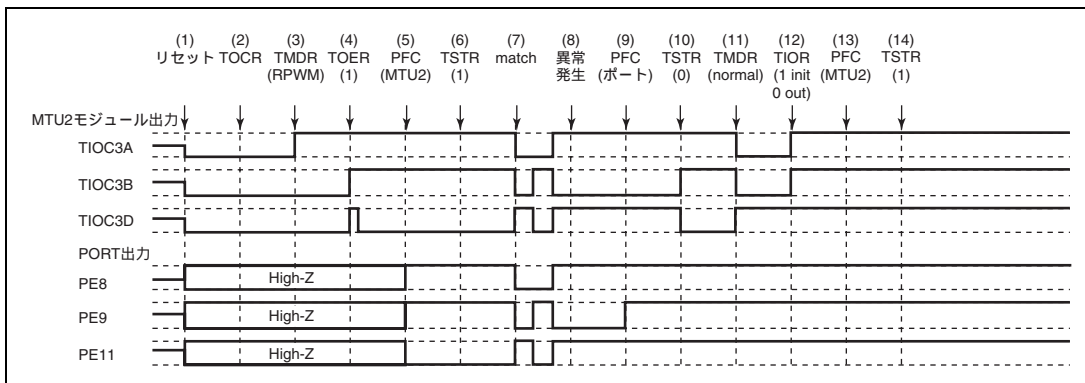

図 10.160 リセット同期 PWM モードで異常が発生し、ノーマルモードで復帰する場合
(1) ~ (10) は図 10.160 と共通です。
(11) PWM モード 1 を設定してください (MTU2 出力は正相側がローレベル、逆相側がハイレベルとなります)。
(12) TIOR で端子を初期化してください (PWM モード 1 では TIOC*B 側は初期化されません)。
(13) PFC で MTU2 出力としてください。
(14) TSTR で再スタートします。
- (1) ~ (10) は図 10.160 と共通です。
- (11) TOER でチャンネル 3、4 の出力を禁止してください。
- (12) TOCR で相補 PWM の出力レベルと周期出力の許可禁止を選択してください。
- (13) 相補 PWM を設定します (MTU2 の周期出力端子はローレベルになります)。
- (14) TOER でチャンネル 3、4 の出力を許可してください。
- (15) PFC で MTU2 出力としてください。
- (16) TSTR で再スタートします。
(29) リセット同期 PWM モードで動作中に異常が発生し、リセット同期 PWM モードで再スタートする場合の動作
- (11) PFC で MTU2 出力としてください。
- (12) TSTR で再スタートします。
- (13) コンペアマッチの発生によりリセット同期 PWM 波形を出力します。